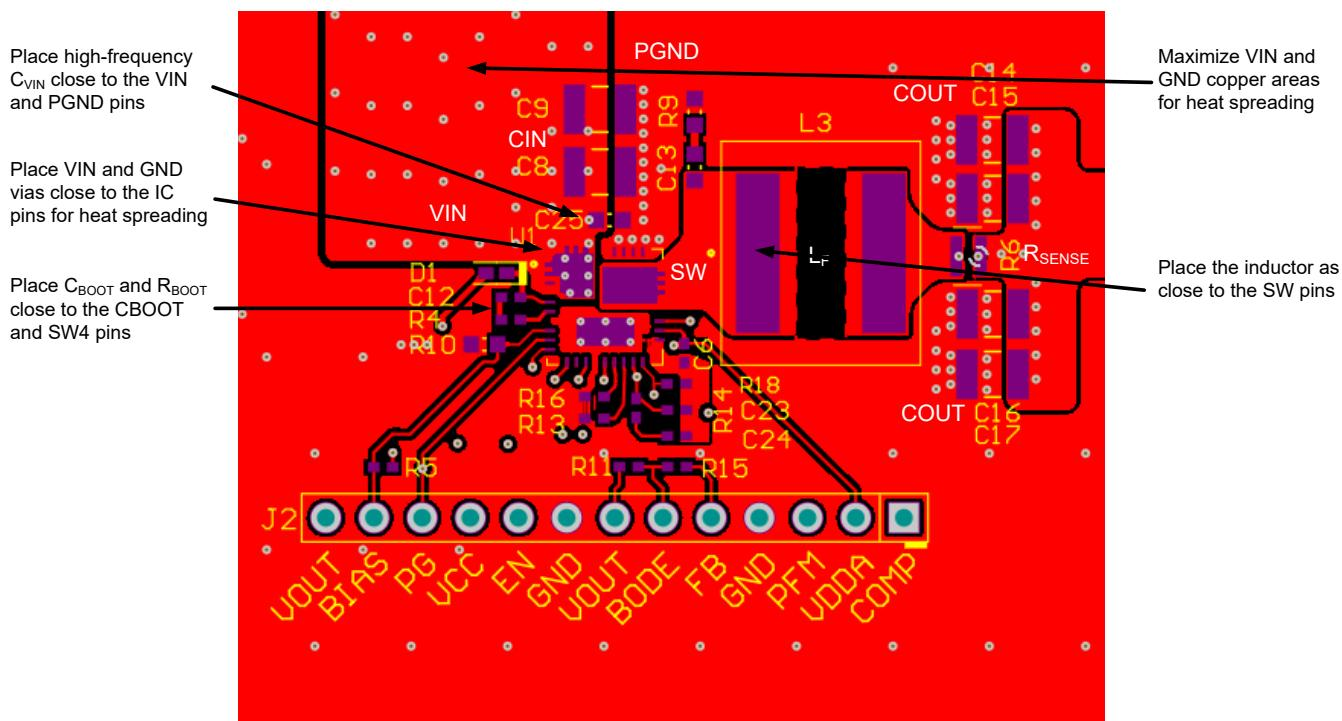

图 7-37. PCB 顶层 - 高密度单面设计
以下列表总结了用于优化直流/直流转换器性能（包括热特性和 EMI 特性）的 PCB 布局和元件放置基本指南。图 7-37 展示了 LM706x0 的推荐布局，并优化了功率级和小信号元件的布局和布线。
- 在 VIN 到 PGND 之间放置具有 X7R 或 X7S 电介质的低 ESR 陶瓷电容器。将 0402 电容器靠近 VIN 放置以实现高频旁路，如图 7-37 所示。使用额外的 1206 或 1210 电容器作为大容量电容。